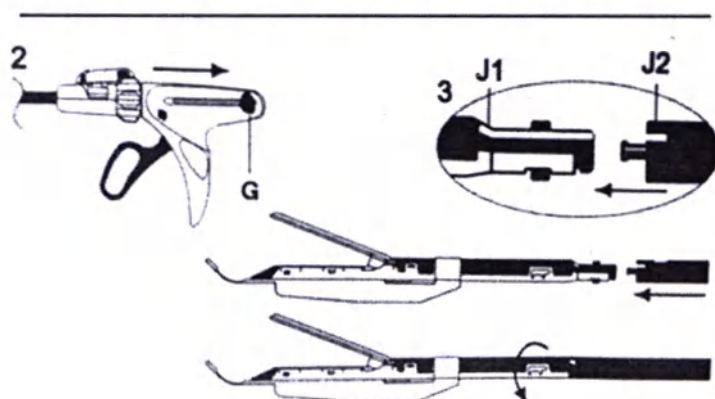

Рис. 3-1
3.2 Убедитесь, что черная рукоятка возврата на степлере полностью оттянута назад, а рычаг регулировки находится в нейтральном положении. Соедините степлер линейный режущий эндоскопический с соответствующим загрузочным устройством (см. рис. 3-1).